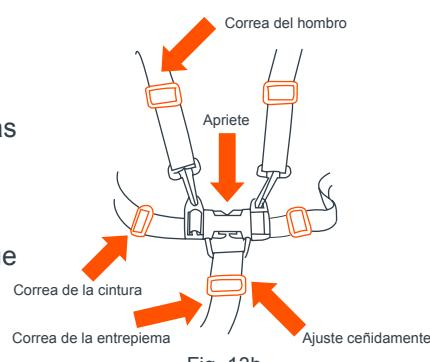

Fig. 13b
• Coloque cuidadosamente al niño en el asiento del carrito y pase el arnés de seguridad por la cintura del niño y por encima de los hombros. Coloque la correa de la entrepierna entre las piernas del niño. Introduzca el extremo macho del cinturón de cada hombro o de la cintura en la hebilla de la correa de la entrepierna. Ajuste el arnés de modo que esté ceñido alrededor de la cintura del niño y por encima de sus hombros. Por favor, vea la (Fig. 13b).